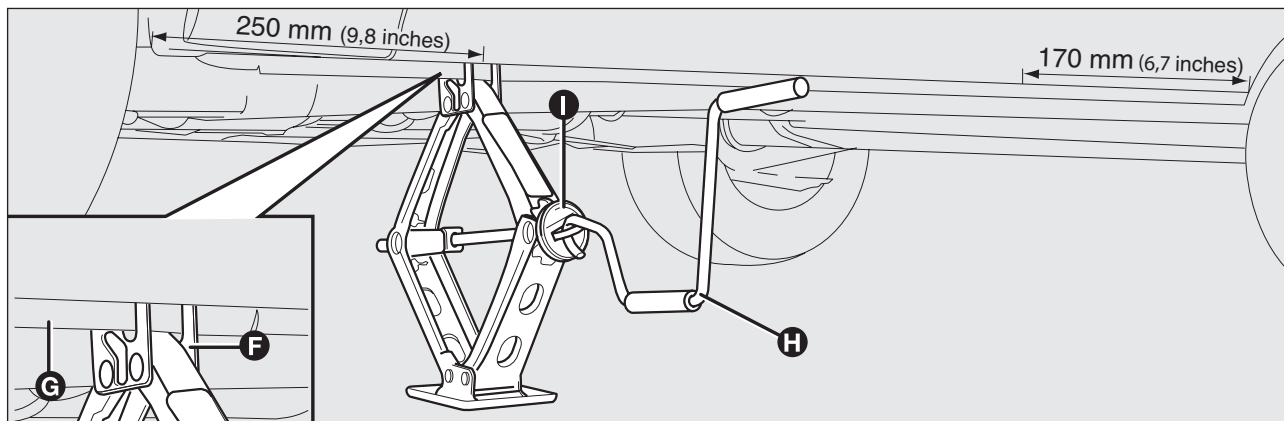

fig. 6
- certifique-se de que a ranhura **F**-fig. 6 do macaco está correctamente encaixada na saliência **G** da longarina;